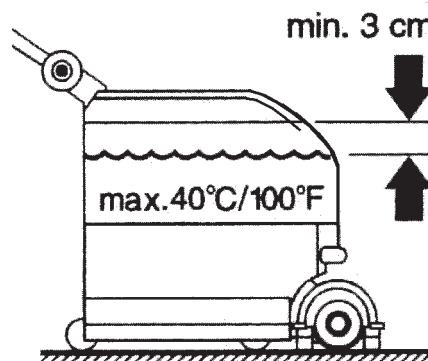

Figure 2
1. Remplir le réservoir (14) avec une solution adéquate au travail à effectuer.
2. Ne jamais remplir complètement le réservoir de solution, mais laisser toujours quelques centimètres du bord (Fig. 2).